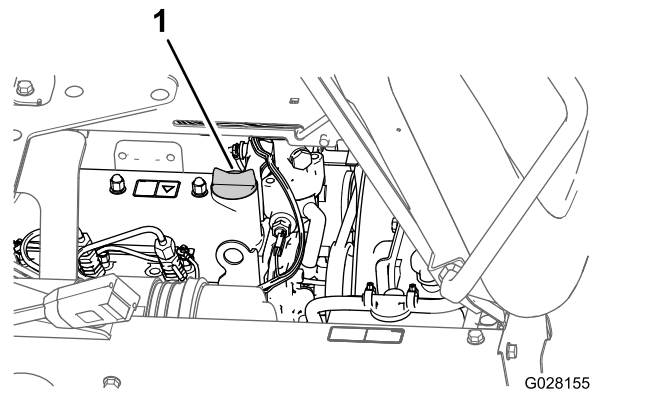

Figura 70
3. Se o nível de óleo estiver baixo, retire o tampão de enchimento da cobertura das válvulas (Figura 70) e adicione lentamente óleo no tubo de enchimento até que o nível suba até à marca CHEIO da vareta.